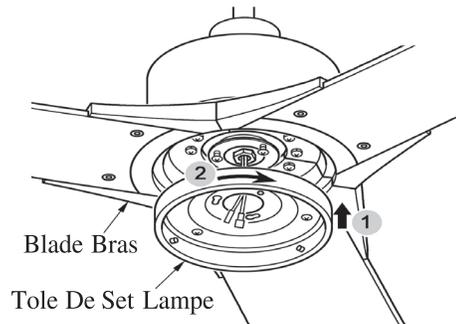

FIG.17
2. Tirez doucement le fil à travers la plaque du kit d'éclairage. Placez la fente au-dessus des vis desserrées. Tournez la plaque du kit d'éclairage dans le sens horaire et serrez les vis retirées et desserrées précédemment.(Voir fig. 17&18)